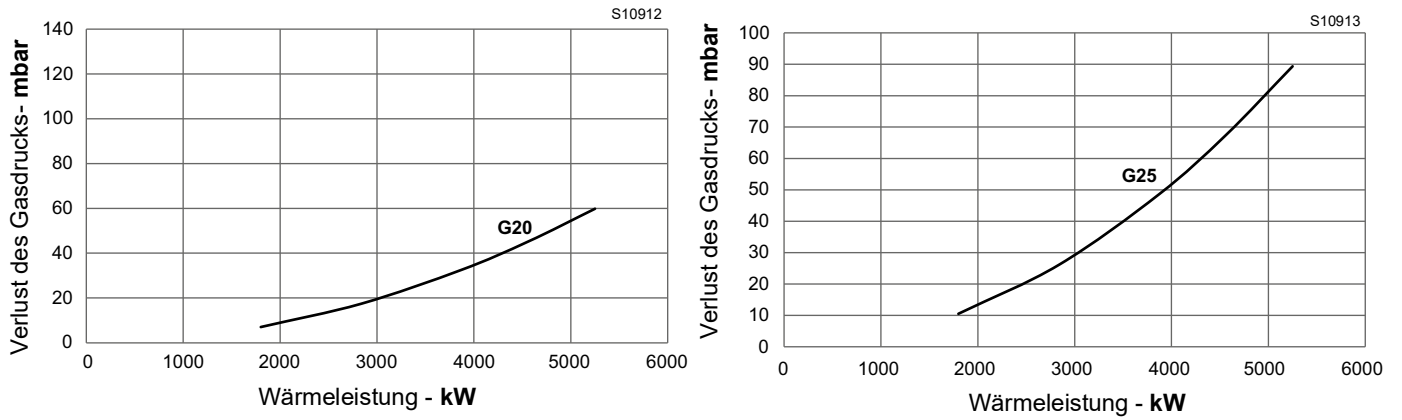
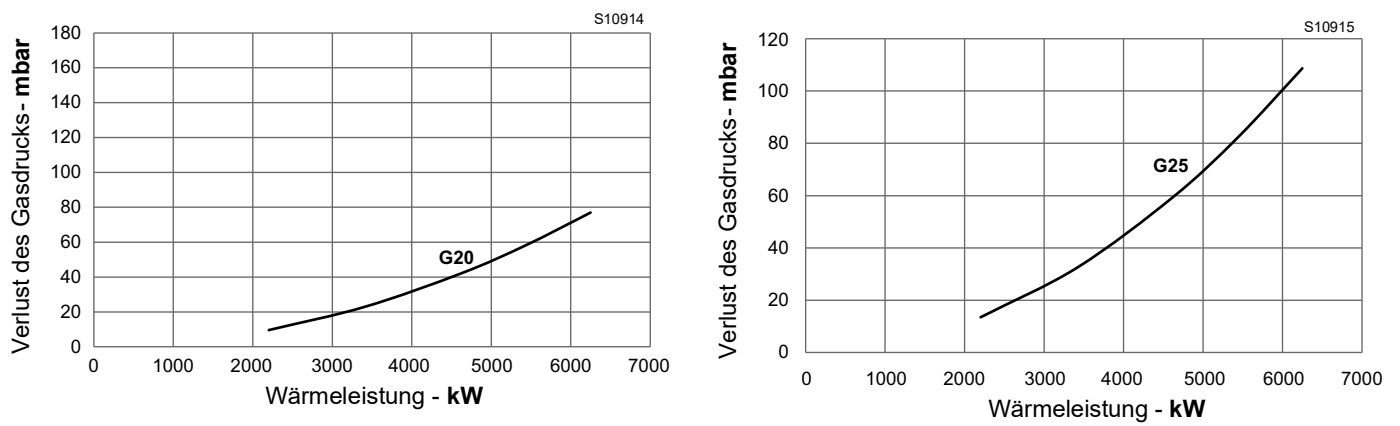

Abb. 25
Abb. 26
Die Abb. 23, Abb. 24, Abb. 25 und S. 25 gibt die minimalen Strömungsverluste entlang der Gasversorgungsleitung in Abhängigkeit von der Höchstleistung des Brenners an.
Die in Abb. 23, Abb. 24, Abb. 25 und Abb. 26 angeführten Werte beziehen sich auf:
- in der Abb. 23, Abb. 24, Abb. 25 und Abb. 26 des betreffenden Brenners die dem gewünschten Wert nächste Leistungsangabe ablesen.